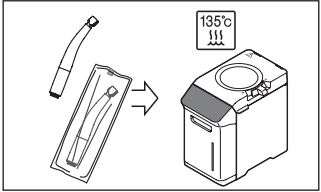

図 26
- 1 滅菌バッグに入れ、封をします（図 26）。
- 2 オートクレーブ滅菌を行います。以下の条件でオートクレーブ滅菌を行ってください（図 26）。